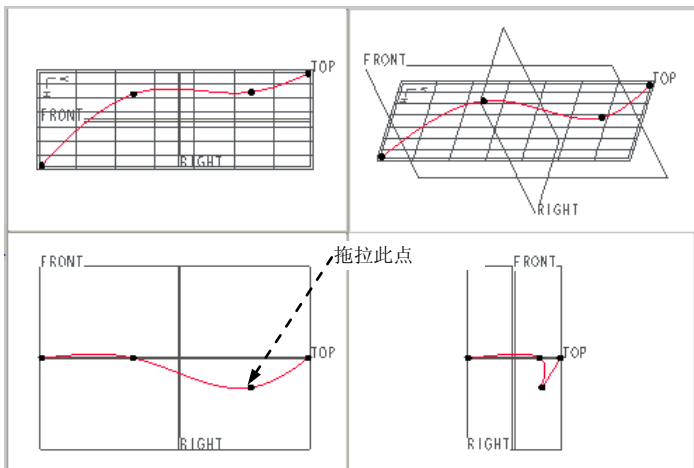

图 8.2.8 四个视图状态
(2) 单击按钮，在“左下”视图中，用鼠标左键选取图 8.2.8 中的曲线上的点，然后拖动该点。对其他的点，可按同样的方法拖离开 TOP 基准平面。现在我们可以认识到：在单个视图状态下，很难观察 ISDX 曲线上点的分布，如果要准确把握 ISDX 曲线上点的分布，应该使用四个视图状态。
(3) 单击“造型：曲线编辑”操控板中的按钮.